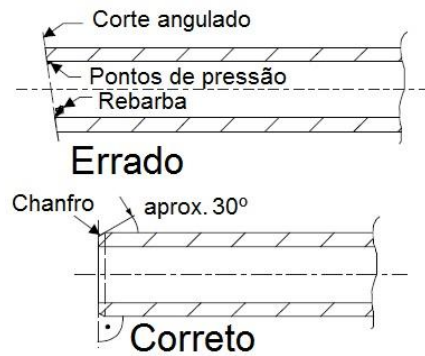

Fig. 21 Corte dos tubos
- Os tubos devem ser cortados com um cortador de tubos para comprimentos exigidos. Ao fazê-lo, certifique-se que o corte é em um ângulo reto em relação ao eixo do tubo. Quaisquer rebarbas salientes devem ser removidas **Fig. 21**.
- As extremidades das peças de tubo individuais devem ser ligeiramente inclinadas com uma ferramenta adequada, e.g. ligeiramente chanfrados com um descascador de tubo, **Fig. 21**.